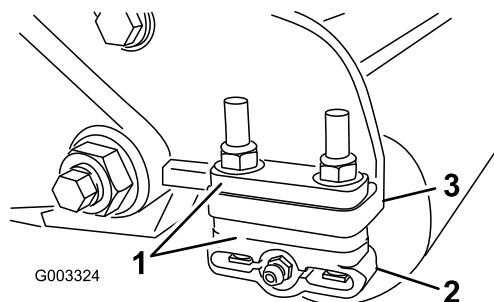

図 12
1. 希望の刈高範囲に必要な数のスペーサを刈高チャートで確認し、スペーサをサイドプレートの取り付けフランジ図 12 の下に入れて、後ローラのブラケットの位置を正しくセットする図 12。